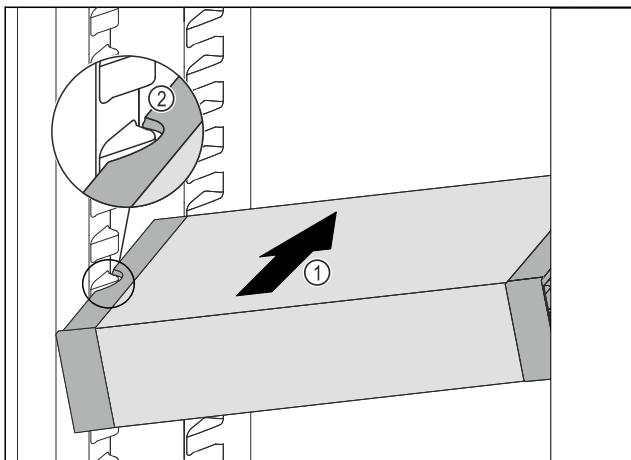

Fig. 84
- Вдвигайте VarioSafe под наклоном в холодильное отделение Fig. 84 (1), пока боковые выемки Fig. 84 (2) VarioSafe не окажутся на высоте выступа резервуара в холодильном отделении.